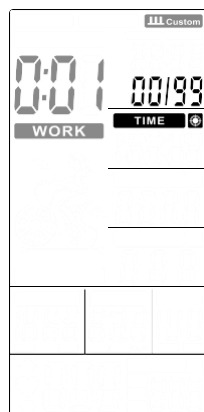

Abbildung 29
- ② TIME leuchtet weiter, **WORK** und 0:01 werden blinken. Drücken Sie die Taste UP/DOWN, um die Trainingszeit im Bereich 0:00 ~ 9:59 einzustellen (Abbildung 29). Drücken Sie ENTER, um die Einstellungen zu bestätigen. Ein Signal ertönt und dauert 1 Sekunde. Dann wird **INTERVAL CUSTOM** leuchten.